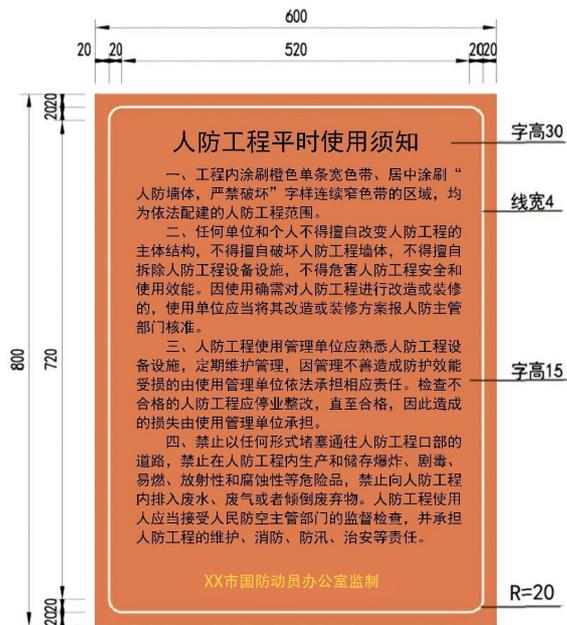

图 2-3 人防工程平时使用须知标识牌样式及尺寸示例
2.7 人防工程平时使用须知标识牌。其作用是介绍人防工程平时使用注意事项和要求，便于人民群众平时正确使用人防工程，示例见图 2-3。